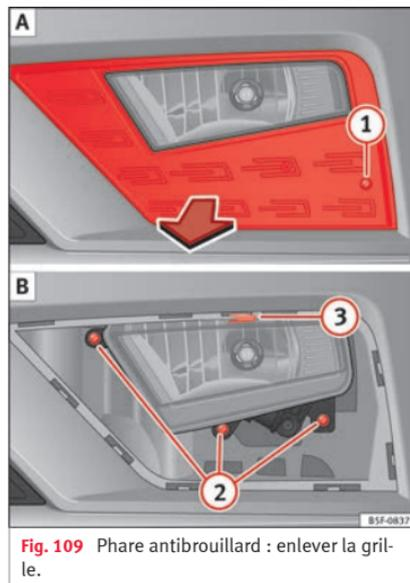
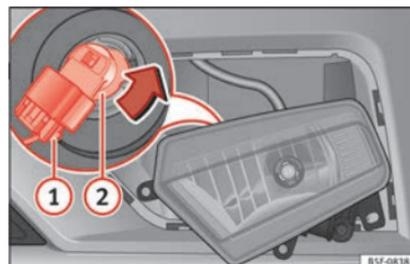

Fig. 109 Phare antibrouillard : enlever la grille.
Fig. 110 Phare antibrouillard : dépose du support d'ampoule
1. Retirez la vis » fig. 109 (1) A de la grille du projecteur antibrouillard à l'aide d'un tournevis puis enlevez la grille.
2. Retirez les 3 vis » fig. 109 (2) B.
3. Retirez l'agrafe métallique située sur la partie supérieure du projecteur antibrouillard vers l'extérieur du véhicule (3) avant de retirer le projecteur antibrouillard.
4. Retirez le connecteur » fig. 110 (1) de la lampe.
5. Tournez le porte-ampoule (2) vers la gauche puis tirez.